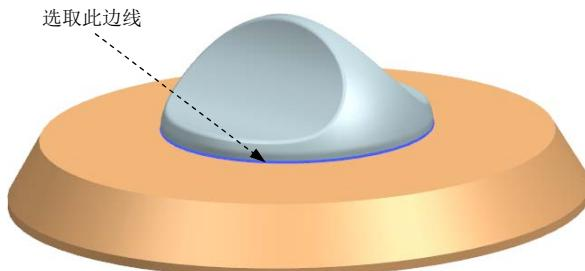

图 7.3.33 定义旋转副
(1) 定义旋转副。选择下拉菜单 **插入(S)** → **运动副(I)...** 命令，系统弹出“运动副”对话框；在“运动副”对话框 **定义** 选项卡的 **类型** 下拉列表中选择 **旋转副** 选项；在模型中选取图 7.3.33 所示的边线为参考，系统自动选择连杆、原点及矢量方向。